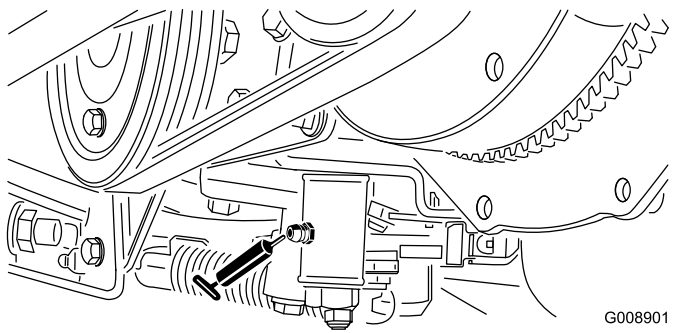

Figura 44
- Meccanismo di regolazione della folle (**Figura 44**)